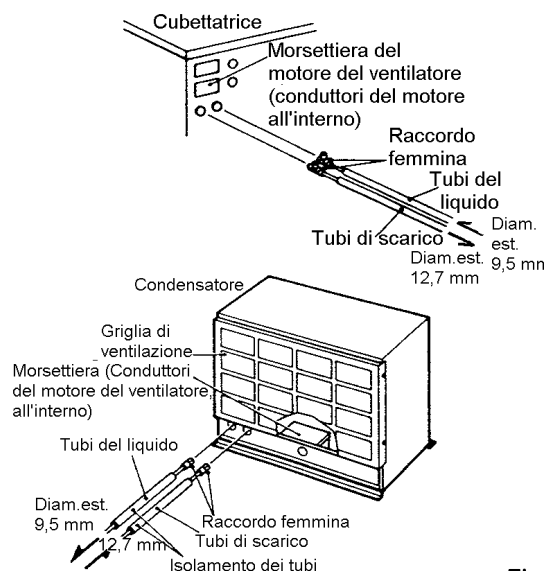

Fig. 8
- 3) Montare due tubi di rame di lunghezza adatta fra la cubettatrice ed il condensatore. I tubi precaricati sono provvisti di raccordi Aeroquip. Evitare un numero eccessivo di anse o spire, al fine di eliminare sifoni o grinze nei tubi. I tubi devono essere sempre isolati separatamente. V. Fig. 8.